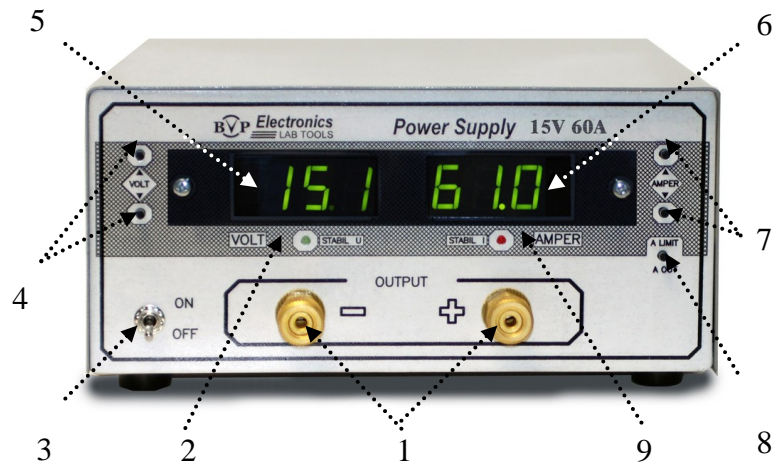

Рис. 2. Расположение органов управления на передней панели источника питания
На рис. 2 показан внешний вид передней панели источника и расположение на ней всех органов управления и индикации.
- 8.1 Включите источник питания без нагрузки (переместив тумблер **3** (рис. 2) в положение "ON").